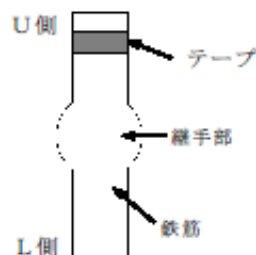
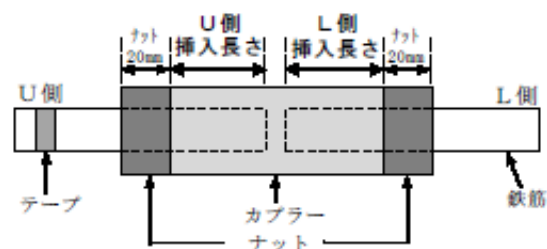

図1 圧接継手及び溶接継手試験体
図2 機械式継手試験体
- (1) 圧接継手は JIS Z 3062、溶接継手は JRJS 0005 により探傷してください。機械式継手は JRJS 0003 により、鉄筋の挿入長さを測定してください。
- (2) 試験体は図1及び図2の通り、テープを巻いてある方がU側で、反対側がL側です。
- (4) 機械式継手の試験体は、図2の通り、U側・L側のカプラーへの鉄筋の挿入長さを、解答欄に整数で記入してください。